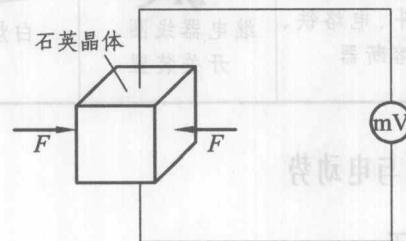

图 1-7 通过压力产生电压
(4) 图 1-7 所示是通过晶体的形变来产生电压(压电效应)。将压电晶体与高内阻的电压表相连接，并在其表面施加压力，当压力增大或减小时，电压表将显示出电压。